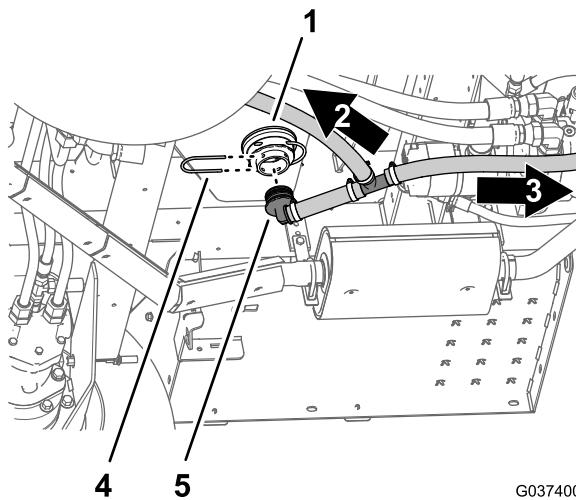

图28
1. 卸下将 90° 软管接头固定至打药车药缸底部的适配器接头的卡环 图28。
2. 从适配器接头卸下 90° 软管接头 图28。